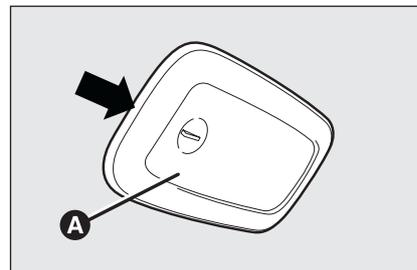

fig. 38
- agire nel punto indicato dalla freccia e rimuovere la plafoniera **A-fig. 38**;